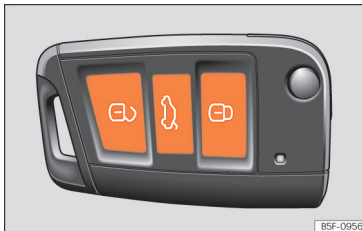

Abb. 4 Funkschlüssel: Tasten
- Verriegeln: drücken Sie die Taste » **Abb. 4.**
- Entriegeln: drücken Sie die Taste » **Abb. 4.**
- Heckklappe entriegeln: drücken Sie die Taste » **Abb. 4** bis alle Fahrzeugblinkleuchten kurz blinken.
Zum Umschalten zwischen den Zuständen Verriegelt/Entriegelt betätigen Sie den Taster  bzw. die Taste  » **Abb. 4** am Funkschlüssel.